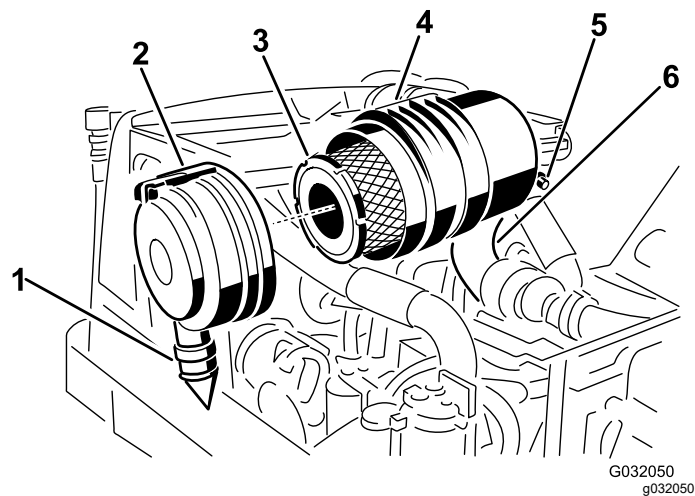

図 47
2. 主フィルタを外す 図 47。
3. 主フィルタを交換する 図 47。
7. アウトレットバルブが下向き後ろから見たとき、時計の5時と7時の間になるようにカバーを取り付けてラッチを掛ける 図 47。